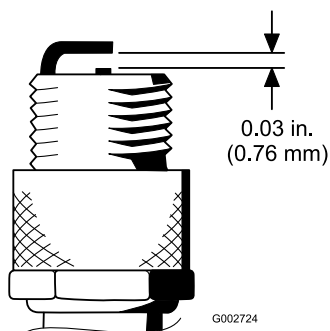

Figura 30
4. Impostate la distanza tra l'elettrodo centrale e l'elettrodo laterale a 0,76 mm; fate riferimento a Figura 30. Montate la candela alla giusta distanza con una guarnizione di tenuta e serratela a 23 N·m. In mancanza di una chiave torsiometrica, serrate a fondo il tappo.